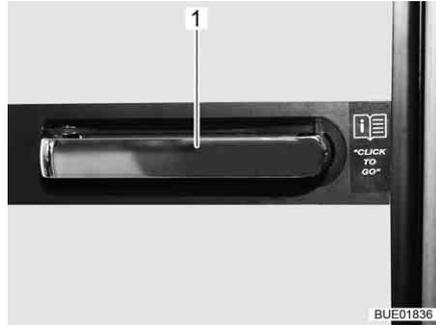

Fig. 215 Maniglia della porta del frigorifero
**Serie Dometic 9** Il frigorifero viene aperto e chiuso tramite la maniglia (Fig. 215,1) presente sulla porta.